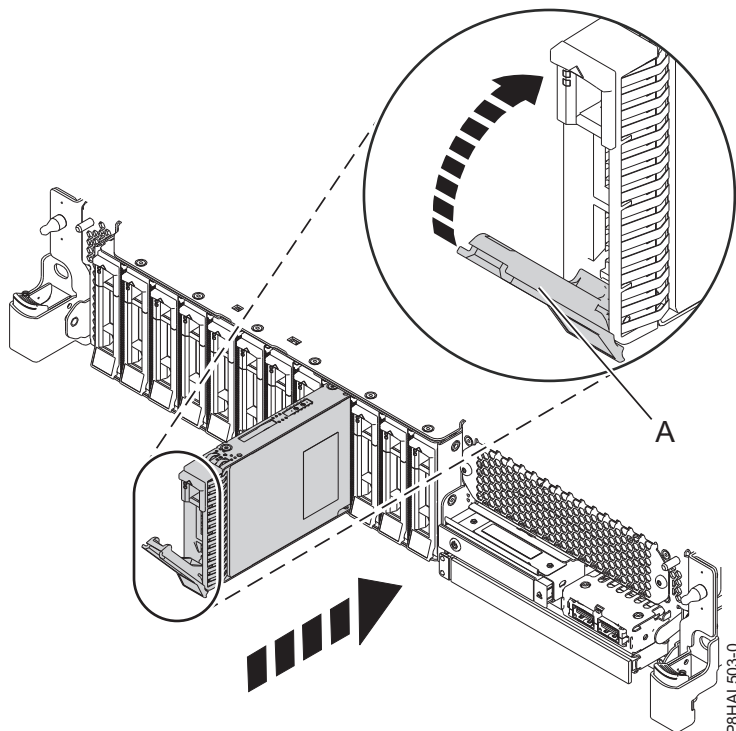
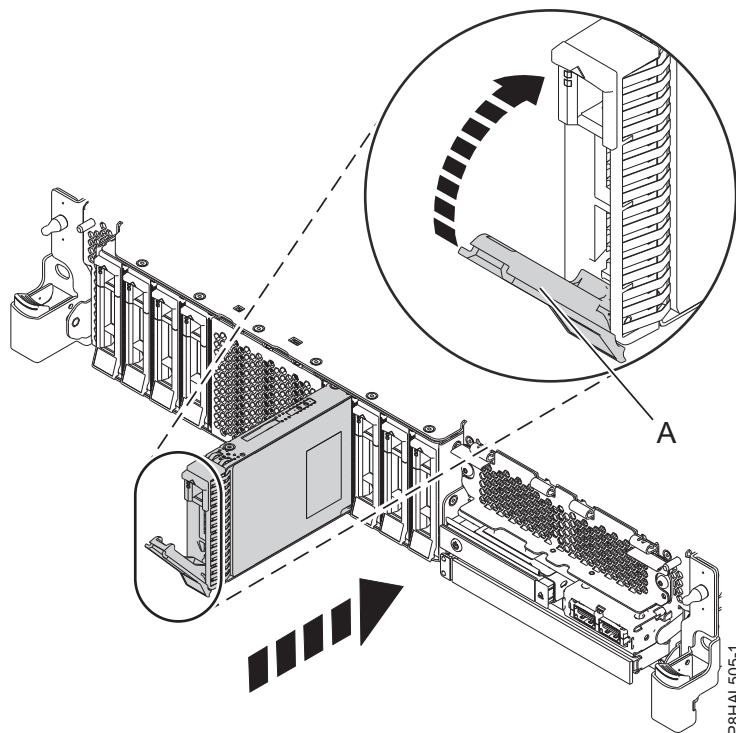

Figura 54. Substitució d'una unitat de disc d'un sistema de funció bàsica
Figura 55. Substitució d'una unitat de disc en un sistema de funció expandida
3. Desbloquegeu la nansa del compartiment d'unitats (A) prement-la i estirant-la cap a vosaltres. Si la nansa no s'estén del tot, la unitat no podrà lliscar en el sistema. Consulteu Figura 54 a la pàgina 56 i Figura 55 a la pàgina 57.
7. Quan el LED d'identificació es torni sòlid, moveu la unitat fins al fons del sistema i pressioneu la nansa de la portadora d'unitats (A) fins que quedi bloquejada, tal com es mostra a la figura següent. Figura 54 i Figura 55 a la pàgina 57.